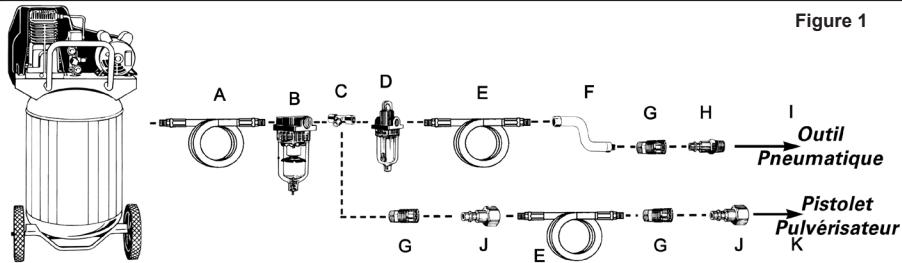

Figure 1
6. Branchez l'outil au raccord rapide du tuyau flexible d'air. **REMARQUE : Il est recommandé d'utiliser un flexible de raccordement à pivot (P012-0079SP - non inclus) afin d'empêcher le tuyau flexible de s'entortiller ou de se plier et de prévenir son usage excessif (voir l'élément F de la Figure 1 pour les connexions recommandées).**
Moteur pneumatique : Pour maintenir la performance maximale de l'outil pneumatique, il doit être lubrifié à chaque utilisation. La poussière, la saleté, la rouille et les résidus d'huile s'accumuleront à l'intérieur de l'outil et réduiront la performance. Un huileur en ligne est recommandé pour une lubrification automatique adéquate des outils (voir Figure 1). Si un huileur en ligne n'est pas disponible, l'outil peut être lubrifié manuellement par l'orifice d'entrée (voir Figure 3).